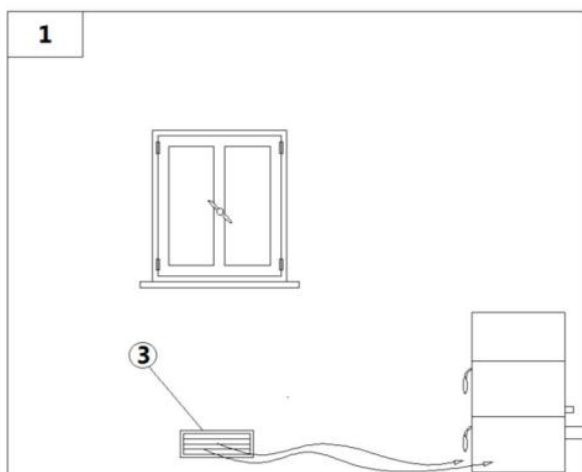
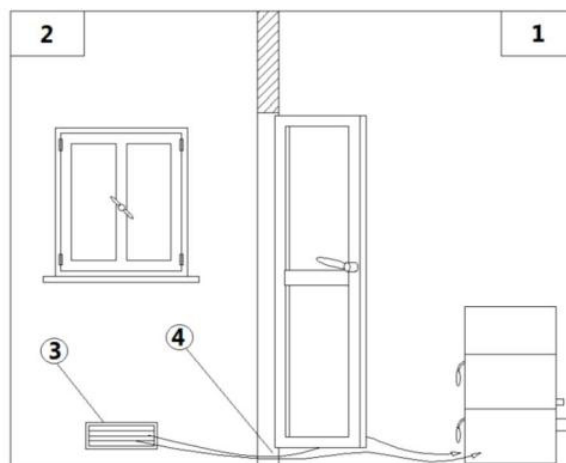

Fig. 7 - Fluxo de ar direto
Fig. 8 - Fluxo de ar indireto
- O fluxo de ar entre o exterior e o local pode ser feito por via direta, através de abertura na parede externa do local (ver Fig. 7 pág. 8); ou então por via indireta, através da entrada de ar do locais adjacentes àquele a ventilar (ver Fig. 8 pág. 8).